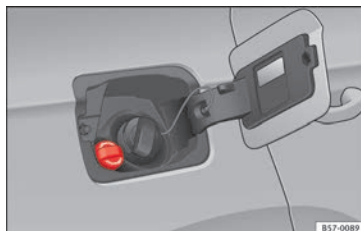

Fig. 238 Bouchon de la goulotte de remplissage du réservoir d'additif AdBlue.
- Ouvrez la trappe à carburant » **fig. 238**.
- Dévissez la bouteille dans le sens inverse des aiguilles d'une montre et retirez-la avec précaution vers le haut » ❶.
- Dévissez le bouchon de l'orifice de remplissage de SCR » **fig. 238**.